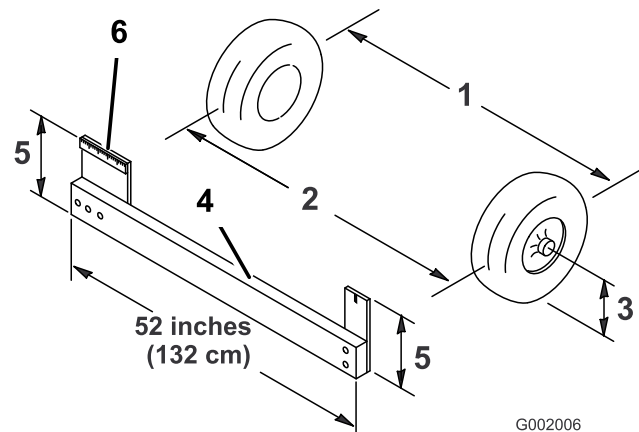

図 58
4. 前輪の前と後ろで、左右のタイヤの中央線間距離を測る; 計測はアクスルの高さで行う (図 58)。前輪の後ろで、アクスルの高さで測定を行うには市販または手製のトーイン測定器が必要となる。前後の計測とも同じ道具を使用し、アクスルの高さで正しく測定すること (図 58)。